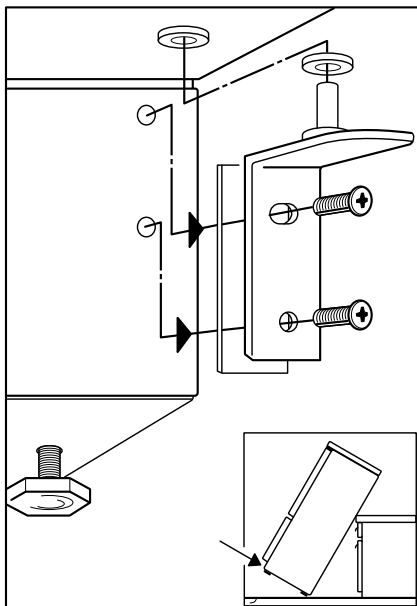

Fig. 4
- ☐ Schroef het onderscharnier los (**Fig. 4**); verwijder de deur van de vriesruimte door hem naar beneden te schuiven.